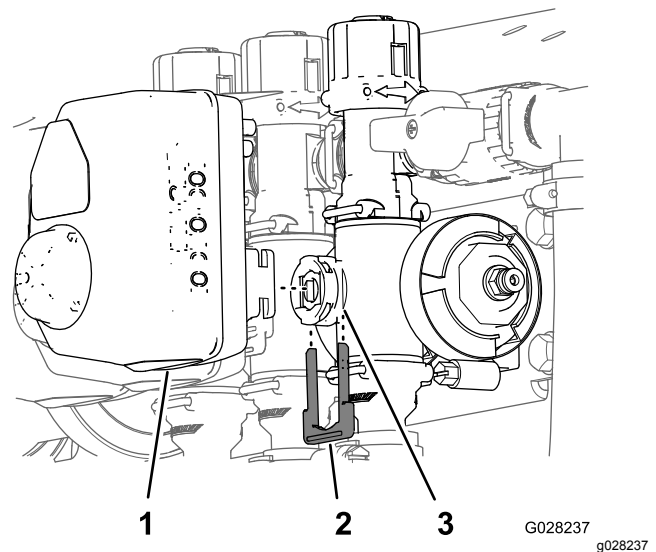

Figura 97
3. Retire o retentor que fixa o acionador à válvula do coletor para a válvula de controlo de aplicação, agitação, rampa principal ou secção da rampa (Figura 97).